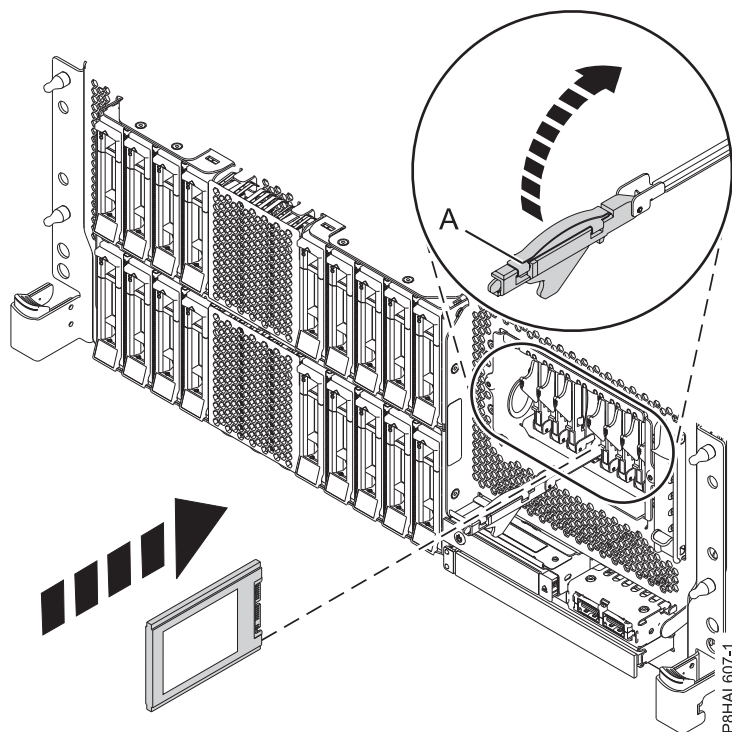
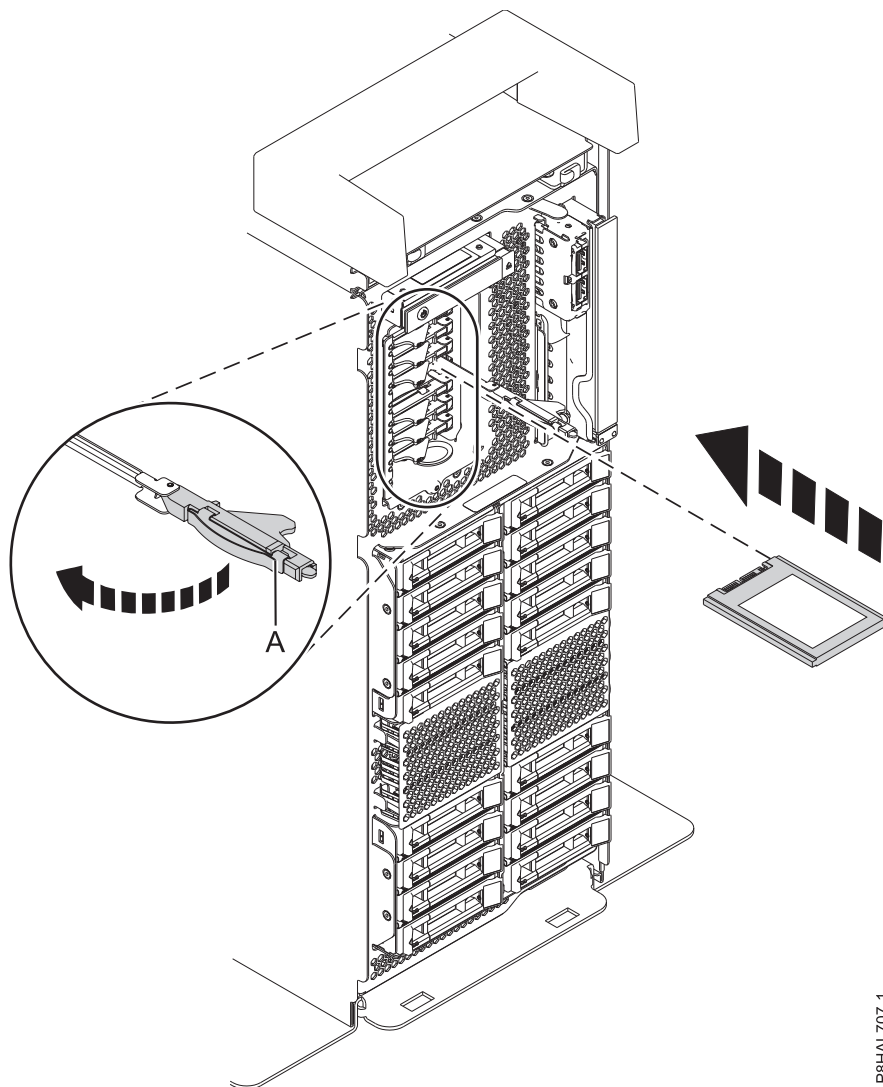

Figure 67. Remise en place d'une unité SSD dans un système à fonction étendue monté en armoire
Figure 68. Remise en place d'une unité SSD dans un système à fonction étendue autonome
9. Avec la poignée de la baie d'unité SSD (**A**) en position déverrouillée, tirez le levier vers l'extérieur pour accéder aux rails de guidage de l'emplacement SSD. Maintenez l'unité SSD par le dessous tout en l'alignant avec les rails de guidage de l'emplacement SSD. Voir : figure 67, à la page 73 et figure 68, à la page 74.
10. Faites glisser l'unité SSD dans le système jusqu'à ce qu'elle soit en place, puis verrouillez-la en faisant tourner la poignée de la baie (**A**) dans la direction indiquée. Voir : figure 67, à la page 73 et figure 68, à la page 74.
11. Verrouillez l'unité en faisant tourner la poignée de la baie (A) dans la direction indiquée. figure 67, à la page 73 et figure 68.